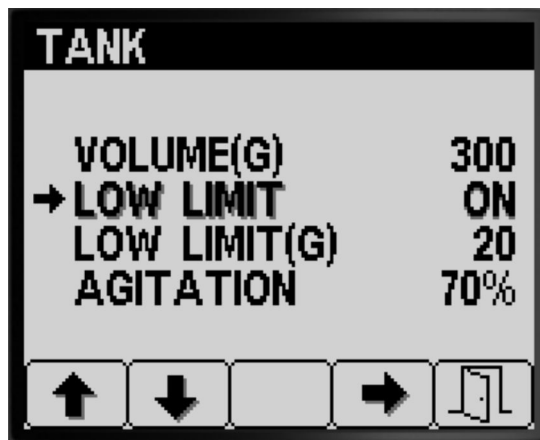

Figura 13
- Pulse el botón 1 o el botón 2 para desplazarse a la opción LÍMITE INFERIOR (Figura 13).
2. Pulse el botón 4 para activar o desactivar el indicador de límite de bajo volumen del depósito (Figura 13).